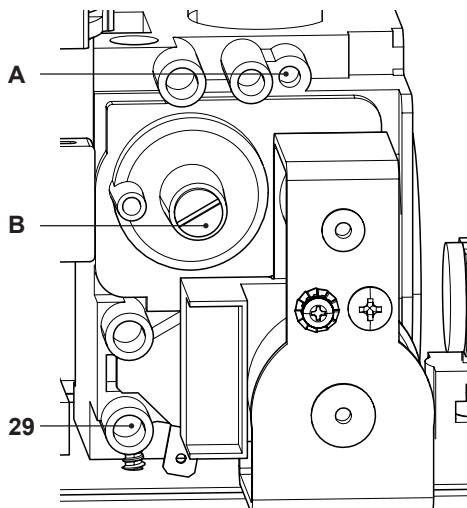

Figura 7.5
- A caldaia spenta (fuori servizio), controllare la pressione di alimentazione utilizzando la presa 29 in Figura 7.5 e confrontare il valore letto con quelli riportati nella tabella Pressioni di alimentazione gas nella sezione "Dati tecnici" pag. 26.
- Richiudere bene la presa di pressione 29 in Figura 7.5.
- Per tarare il **CO₂** della caldaia (pressione del gas al bruciatore) svitare completamente il tappo in ottone di protezione B e agire sulla vite a brugola $\varnothing$ 4 mm sottostante Figura 7.5, girando in senso orario il **CO₂** aumenta.
- Se i due dati non coincidono agire sulle vite regolazione massimo RQ (A in Figura 7.5) della valvola gas e tarare il CO_2 allo stesso valore riportato nella sezione "Dati tecnici" in tabella "Dati in sanitario" pag. 26 (modello **Idea.eco 25**) e pag. 29 (modello **Idea.eco 35**). Girando in senso orario il CO_2 diminuisce.